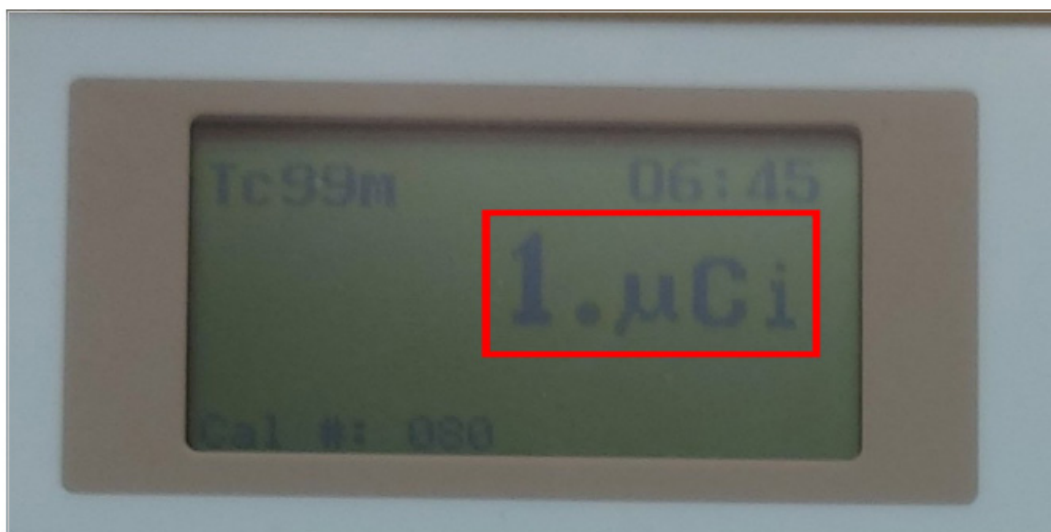

Figura 3 - Leitura do medidor de atividade
4.6. Anotar o valor da leitura do equipamento, conforme a Figura 3, na planilha de registro, no campo "Contaminação". **IMPORTANTE:** certifique-se que não há nenhuma fonte de radiação próxima ou dentro do medidor de atividade;